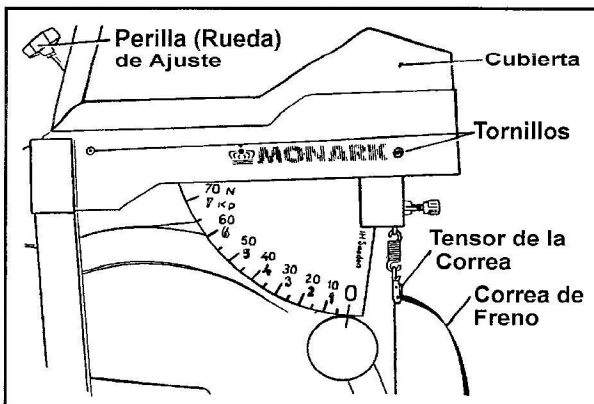

Figura 23. Componentes del Cicloergómetro Involucrados en el Proceso de Reemplazar la Correa de Freno.
Afloje la **correa de freno**, sacándola del **tensor de la correa**. Véase **Figura 23**. Remueva la **perilla de ajuste** al destornillarla en contra de las manecillas del reloj. Véase **Figura 23**. Afloje los cuatro (4) de la curbierta. Véase **Figura 23**.